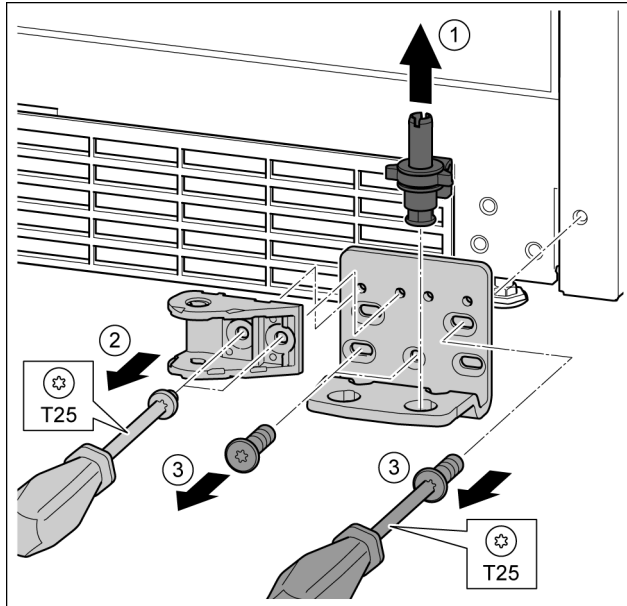

Fig. 35
- ▶ A teljes csapszeget felfelé húzza ki. *Fig. 35 (1)*
- ▶ A T25 csavarhúzóval tekerje ki a csavarokat, és vegye le a záráscsillapítót. *Fig. 35 (2)*
- ▶ A T25 csavarhúzóval tekerje ki a csavarokat, és vegye le a csapágybakot. *Fig. 35 (3)*